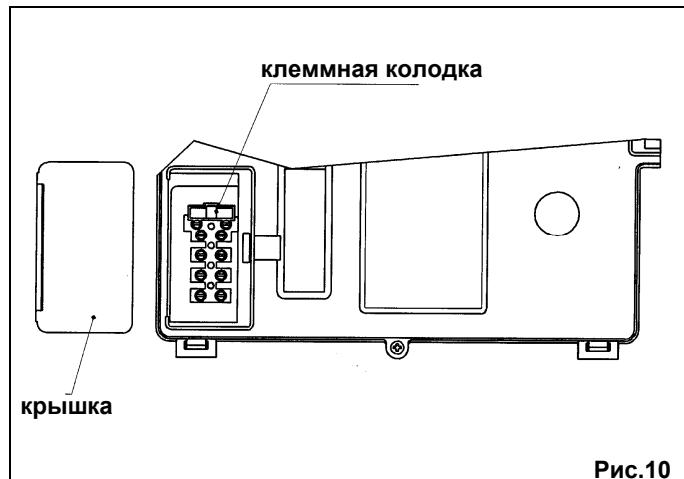

Рис.10
- для доступа к контактам снимите крышку (рис.10)
- (L) = фаза, коричневый провод
- (N) = нейтраль, синий провод
- (1) и (2) = клеммы подключения комнатного термостата